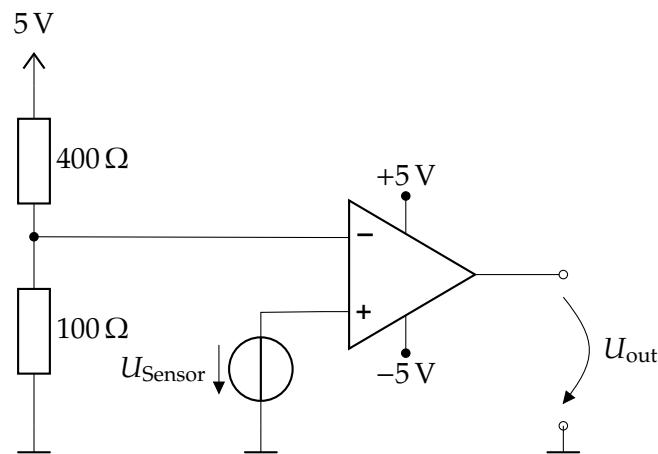

Abbildung 2
Abbildung 2 zeigt eine einfache Komparator-Schaltung unter Verwendung eines Operationsverstärkers. Beachten Sie, dass hier keine Rückführung vorliegt!
- iii) Die Schaltung in Abbildung 2 liefert ein binäres Ausgangssignal, welches angibt, ob die vom Sensor gelieferte Spannung U_{Sensor} über oder unter 1 V liegt. Die Ausgangsspannung kann also